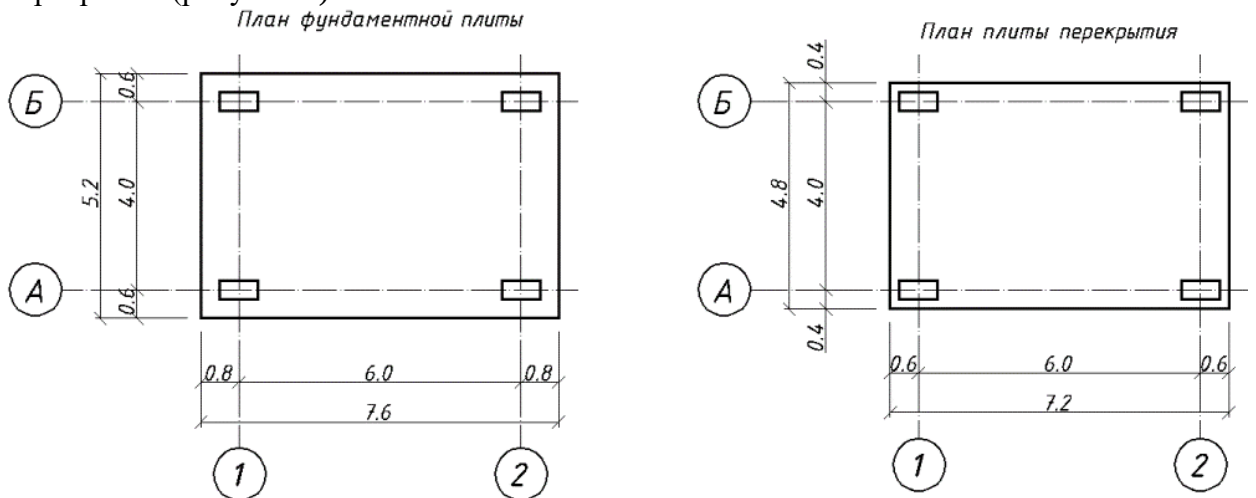

Рисунок 6 - Схема пространственного каркаса
- Расчет производится для сетки плиты перекрытия с размерами конечных элементов 0,2×0,2 м и сетки фундаментной плиты с размерами КЭ 0,4×0,4 м и 0,4×0,2 м (рисунок 6).